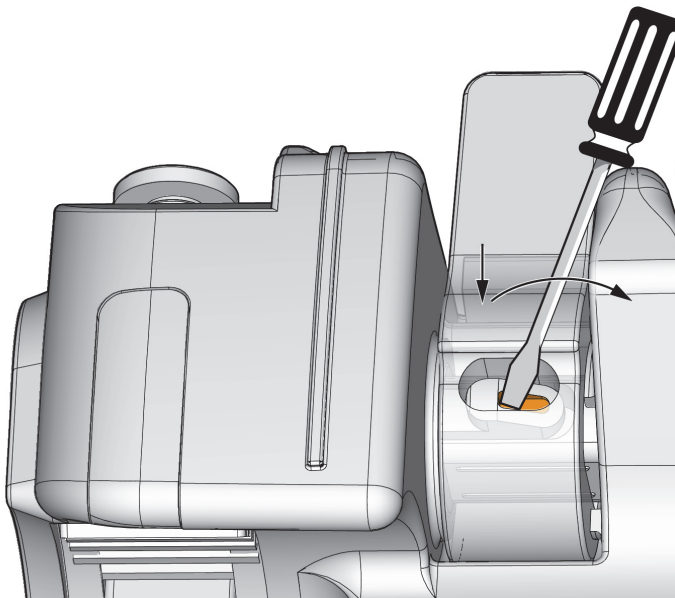

图 5-9 制动轴键槽
3. 将平头螺丝刀头插入到较小的轴键槽中（参见第76页的图 5-9）。
4. 按下轴键，并向内倾斜螺丝刀，将轴向外推（参见第76页的图 5-9中的箭头）。